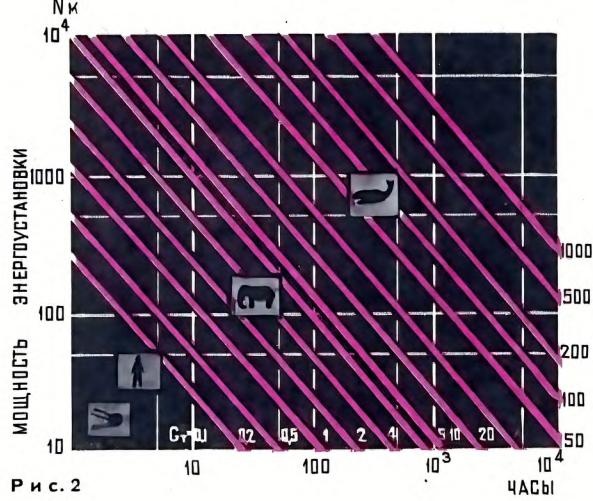

Рис. 2
**Рис. 2.** Зависимость мощности энергостанции (в квт) от времени накопления энергии для разгона аппаратов различного веса до  $\Delta V=4$  км/сек при к.п.д. системы  $\eta=0,9$ . Условные картинки в квадратиках символизируют различные веса аппаратов.